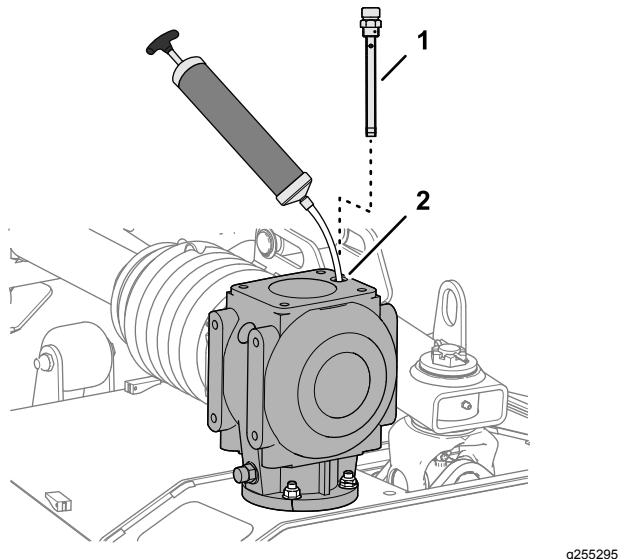

Figura 62
1. Retire el varilla de la parte superior de la caja de engranajes (Figura 62).
2. A través del orificio de la varilla, utilice una bomba de succión para eliminar el fluido de la caja de cambios (Figura 62).